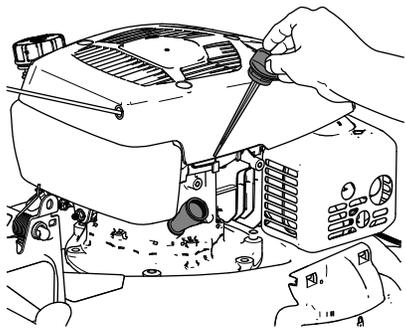

Figura 26
- Retire la varilla girando el tapón en el sentido contrario a las agujas del reloj y tirando del mismo (Figura 26).